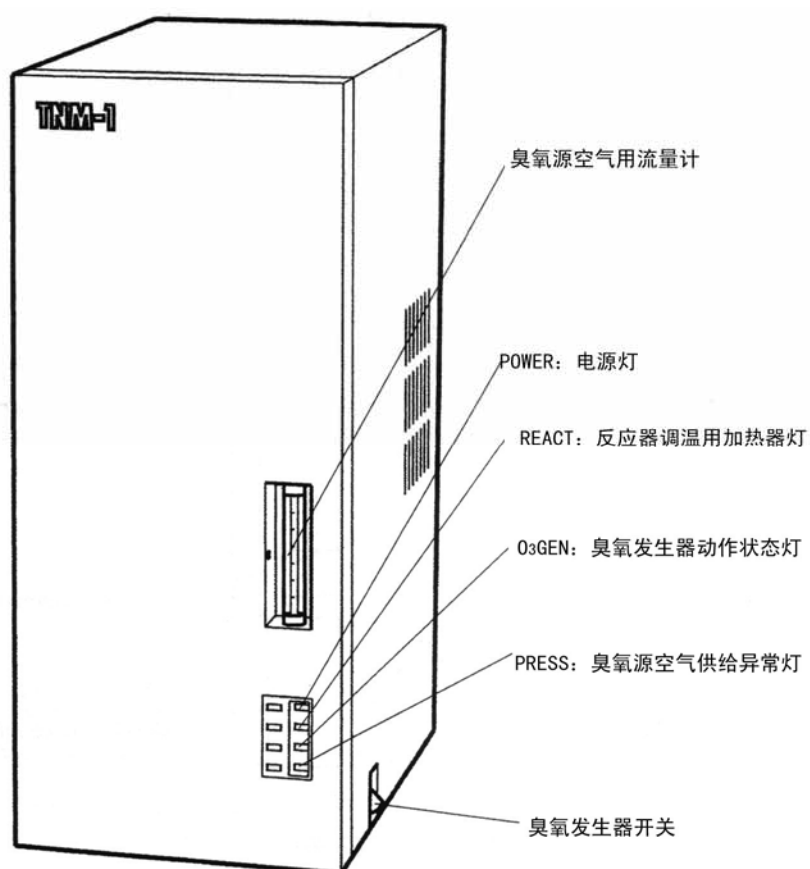

图 2.16 正视和右侧视图
- 使用 TN 单元的臭氧发生器时，首先，请检查仪器内的臭氧源用空气流量计（图 2.16 正视和右侧视图），务必确认臭氧用空气流量 0.5L/min。然后，将臭氧发生器的开关置于 ON。这样做可以防止臭氧泄漏和防止管线被腐蚀。<防止臭氧泄漏、防止管线腐蚀>